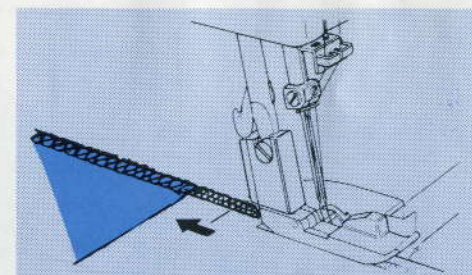

Fig. 2
4. Wanneer u het einde van de stof heeft bereikt, naai dan nog 5 tot 7 cm. met lage snelheid door en snij de draden af aan de draadafsnijder, of knip ze af. (Fig. 2, 3)
rolzoom Fig. 2